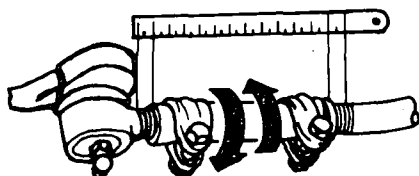

Fig. 1
- a Coloque as ponteiras nas barras de ligação e deixe-as centradas (fig. 1).